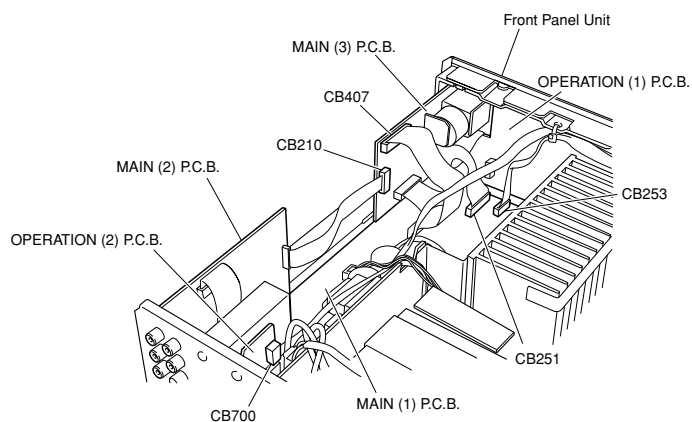

Fig. 2
- a. Disconnect 5 connectors (CB251, CB253, CB210, CB407, CB700) in Fig. 2.
- a. コネクター (CB251、CB253、CB210、CB407、CB700) からケーブルを外します。(Fig. 2)